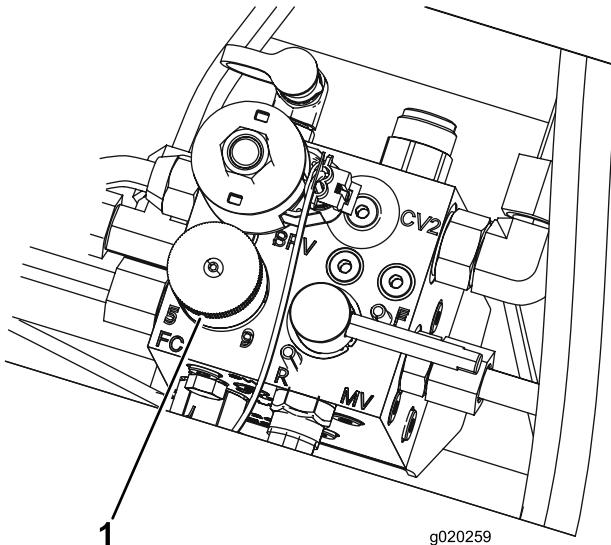

Figura 32
- Para establecer la velocidad de los molinetes, gire el pomo (Figura 32) hasta que la flecha apunte al número que indique el ajuste deseado.